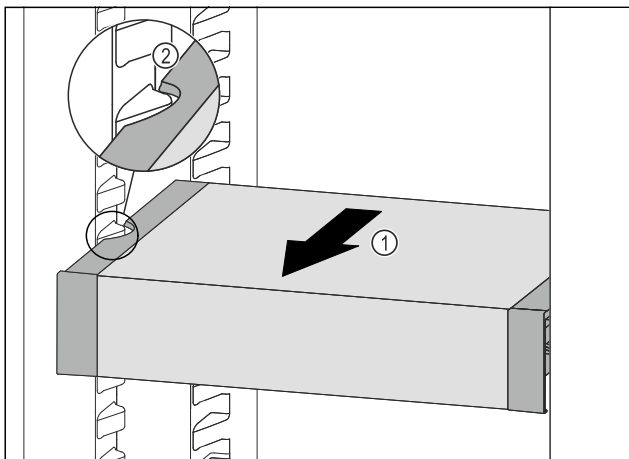

Fig. 164
- Tërhiqni VarioSafe për nga përpara Fig. 164 (1), derisa foletë anësore të VarioSafe të jenë në lartësinë e brinjëve të kutisë në pjesën e ftohjes. Fig. 164 (2)